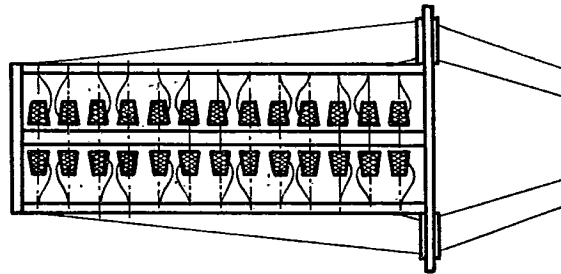

FIGURE 2 / ФИГУРА 2
25.1 simple warp creel (see figure 2): Creel having a single supply package per warp end.
cantre simple (voir figure 2): Cantre ne comportant qu'une seule bobine d'alimentation par fil à ourdir.